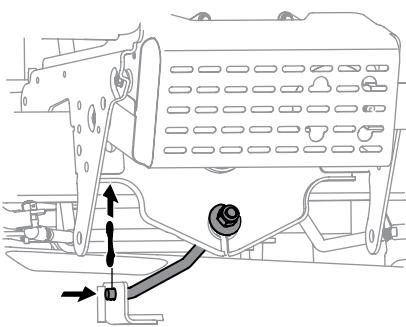

Figura 4-14
9. En las cubiertas de 42" y 46", retire el piquete que sujetla la barra estabilizadora de la plataforma a la plataforma. Deslice la barra de elevación de la cubierta de la soldadura de montaje en la plataforma como se ve en Figura 4-14.